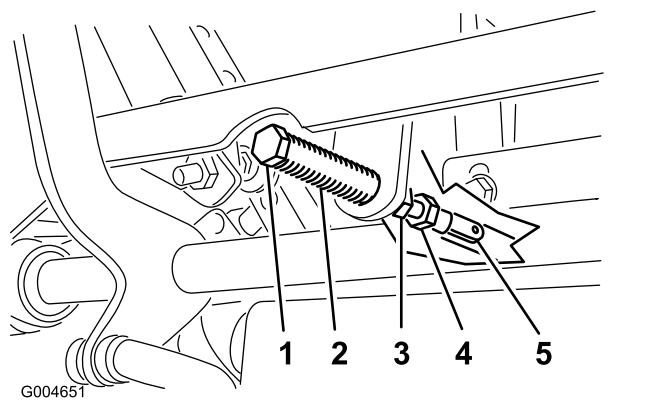

图49
5. 如 图49 所示向回拉控制杆直至柱销在枢轴臂上接触到槽的端部刚开始对弹簧施加压力。
7. 如果需要调节请松开紧靠枢的螺母和锁紧螺母 图49。
8. 对移动控制杆施加轻微的向后压力将调节螺栓的头部朝适当的方向转动直至控制杆在空档锁定位置中居中 图49。
9. 旋紧螺母和锁紧螺母 图49。
10. 拧紧球窝接头的锁紧螺母图49。